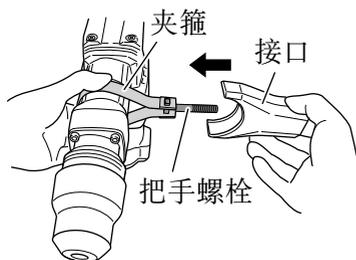

图 4
(3) 用手拿着夹箍确保把手螺栓不会松动时，将手柄插进接口中。(图 4)